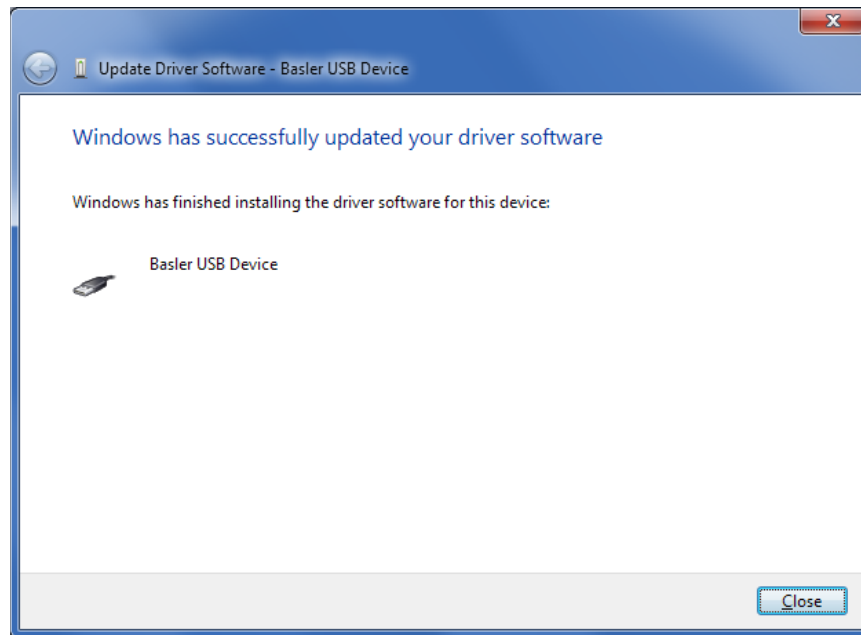

Abbildung 9-7. Aktualisierung der Treibersoftware erfolgreich
Schritt 7. Wenn die Treiberinstallation erfolgreich war, wird das Fenster in Abbildung 9-7 angezeigt.